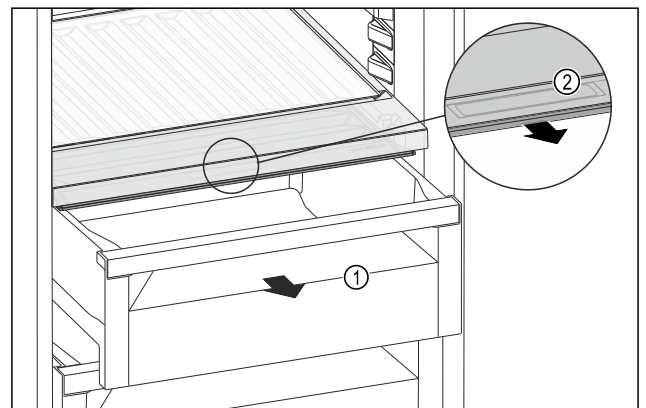

Fig. 162
- Schubfach Fig. 162 (1) herausziehen.
- Griffmulde Fig. 162 (2) am Fachdeckel anfassen und Fachdeckel gleichzeitig nach vorne ziehen.